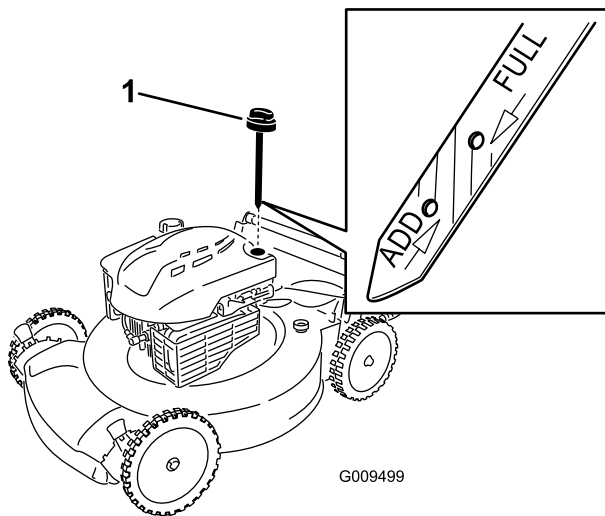

Figura 8
1. Retire la varilla, límpiela, y vuelva a colocarla (Figura 8).
2. Retire la varilla y compruebe el nivel de aceite (Figura 8). Si el nivel de aceite está por debajo de la marca **Add** de la varilla, vierta **lentamente** aceite en el tubo de llenado hasta que el nivel llegue a la marca **Full** de la varilla. **No llene demasiado.** (Capacidad máxima: 0,59 l, tipo: SAE 30, aceite detergente con